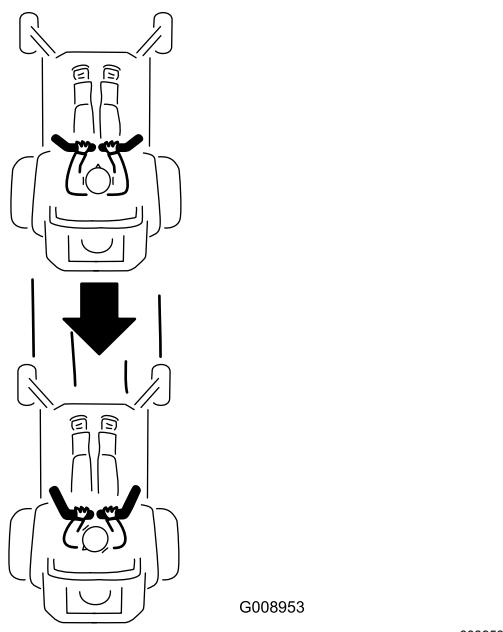

Figura 28
2. Para desplazarse marcha atrás, tire lentamente de las palancas de control de movimiento hacia atrás (Figura 28).